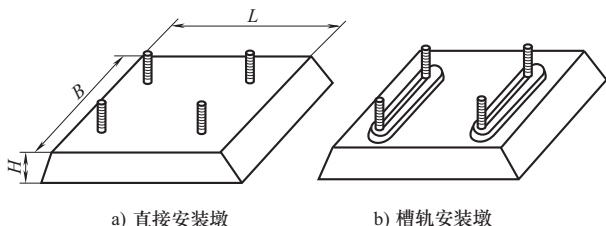

图 4-1 电动机的安装底座墩
(1) 电动机底座基础的建造。电动机底座的基础一般用混凝土浇筑而成，底座墩的形状如图 4-1 所示。座墩的尺寸要求： H 一般为